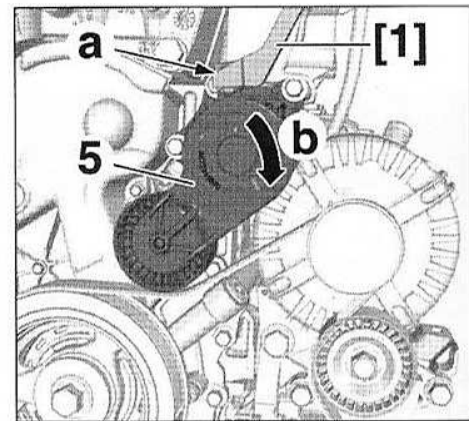

FIG.6
- Positionner l'outil [1] en (a) (Fig.6).
- A l'aide de l'outil [1], comprimer le tendeur dynamique supérieur (5) dans le sens horaire (b).